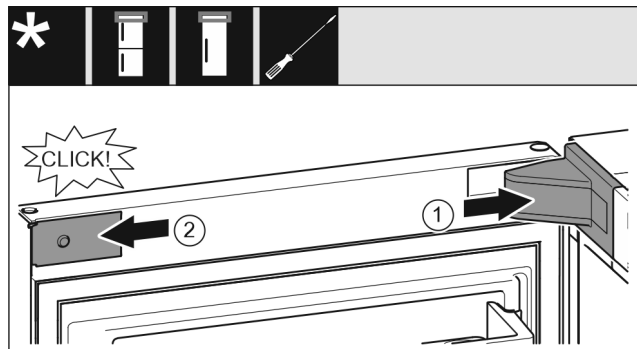

Fig. 24
- Pange laagripuki kate Fig. 24 (1) peale ja fikseerige, vajaduse korral suruge ettevaatlikult laiali.
- Pange ilukate Fig. 24 (2) küljel kohale ja fikseerige.